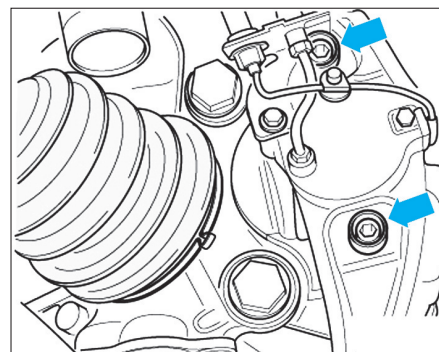

Fig. 12
- Déposer les vis de colonnettes (flèche) de l'étrier (Fig.12).